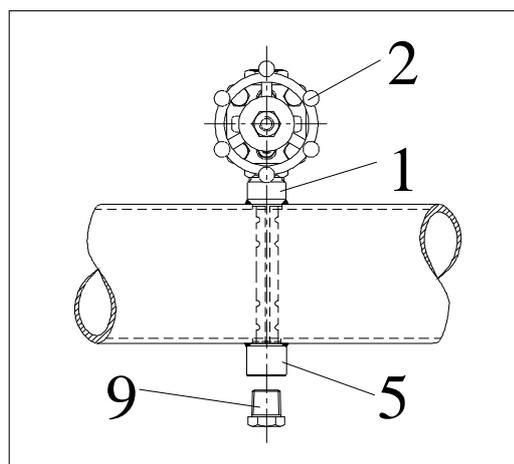

Abb.12: Montagestutzen mit Absperrschieber und Gegenlager
Die ITABAR-Sonde des Typs FTMD-26 ist nahezu baugleich zum Typ FTMD-25. Einziger Unterschied ist das Gegenlager (mit Verschlussstopfen Abb.12) beim Typ FTMD-26, welches höhere Strömungsgeschwindigkeiten in der Rohrleitung zuläßt.
3. Heften Sie den Montagestutzen {1} mit 1-2mm Luftspalt auf die Rohrleitung. (Abb.12)
4. Vor dem Festschweißen des Montagestutzens muß das Gegenlager {5} montiert werden. (Abb.12)
11. Dichten Sie das Gewinde des Verschlussstopfens {9} mit einem geeigneten Dichtmittel (z.B. PTFE Band) ein. Schrauben Sie den Verschlussstopfen in das Gegenlager. Ziehen Sie ihn fest an (Abb.12).
2. Die Muttern/Schrauben {6+7} für die Stopfbuchsenpackungen sind nur leicht angezogen (Dichtheit!), so daß ein Verschieben der Sonde möglich ist (Abb.12).